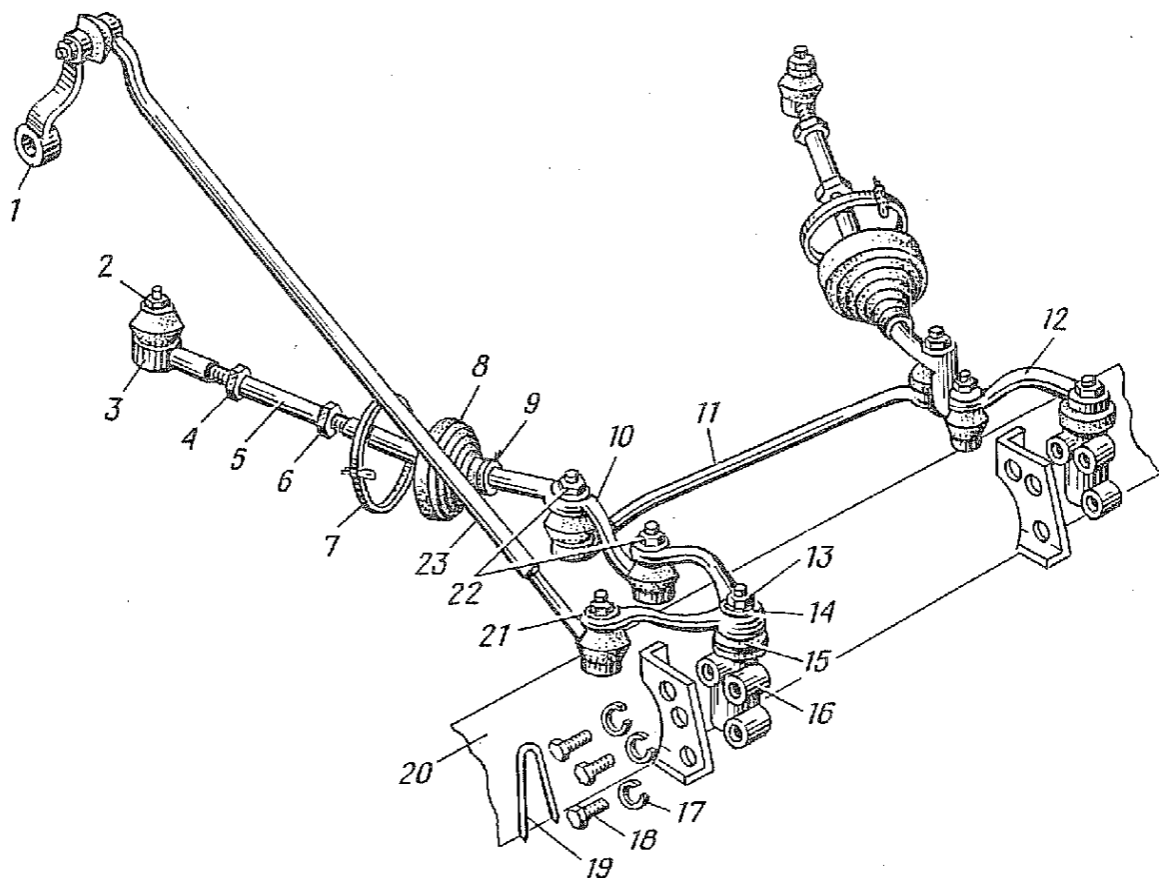

Рис. 78. Рулевой привод:
1.3. Ослабить хомут 7 (рис. 78) уплотнительного чехла 8 и снять чехол с борта кузова (плоскогубцы 150, отвертка 200×1,0).
2.1. Установить уплотнительный чехол 8 (рис. 78) на боковую тягу 10.
1.2. Расшплинтовать и отвернуть гайку 2 (рис. 78) шарового пальца наконечника 3 боковой тяги 10 (плоскогубцы 150, ключ 17).
2.1. Ввернуть наконечник 3 (рис. 78) в регулировочную трубу 5 боковой тяги приблизительно на прежнее место.